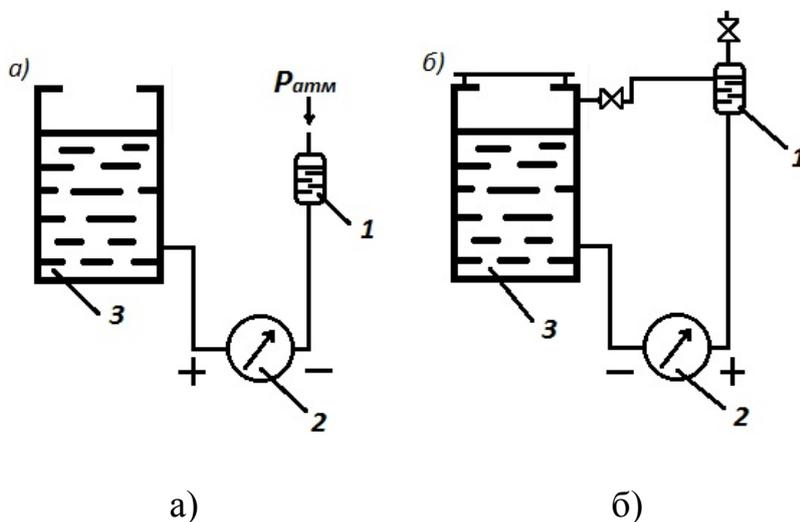

Рис. 41. Гидростатические уровнемеры:
**Гидростатические уровнемеры** (рис. 41) применяются для измерения уровня в открытых и закрытых резервуарах.
9. Чем отличаются схемы гидростатических уровнемеров (рис. 41а и рис. 41б)?